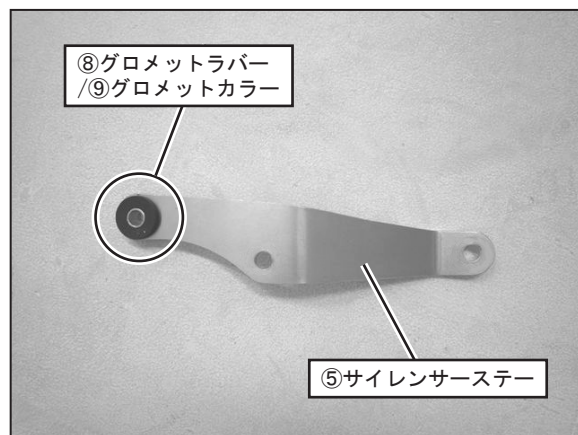

FIG. 5
6. ⑤サイレンサーステーに⑧グロメットラバー、⑨グロメットカラーを取り付けて下さい。(FIG. 5 参照)